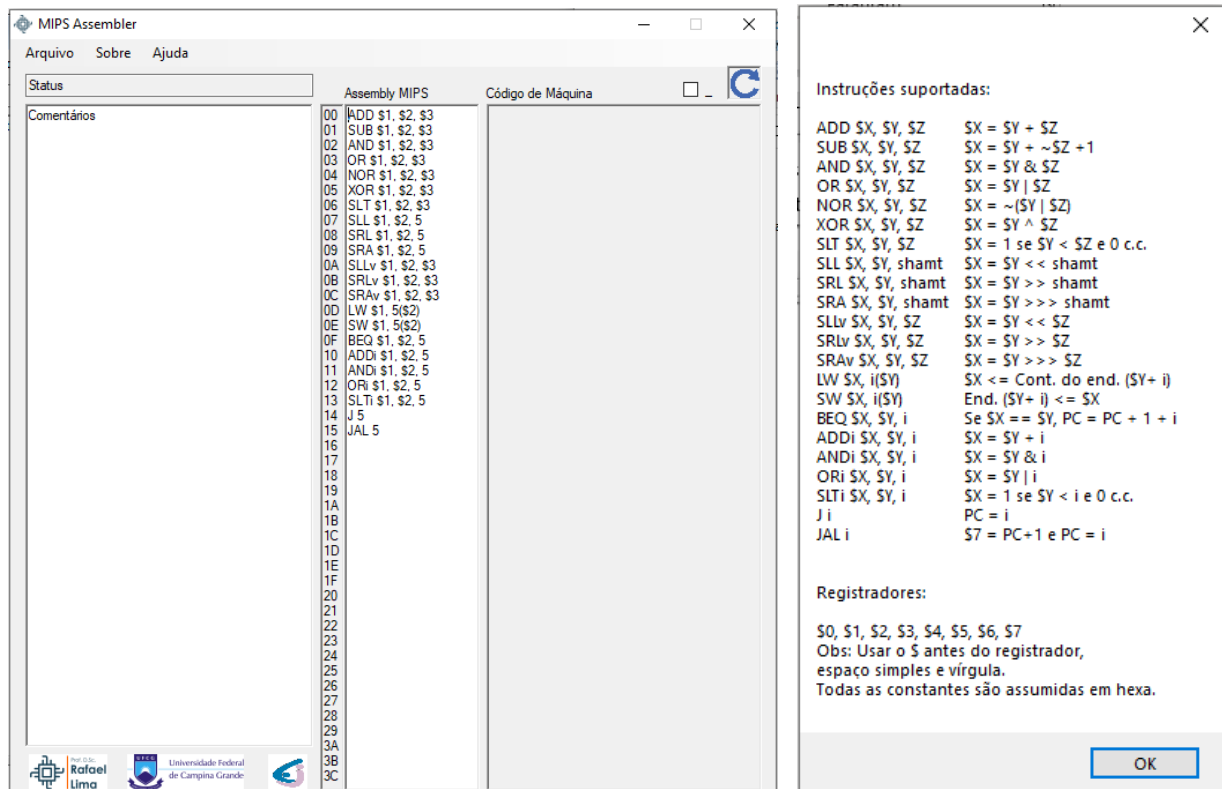

Figura 2 – MIPS_AssemblerV1_4.exe
- Essa ferramenta é muito simples, somente suporta as 13 instruções presentes na Figura 2. Para mais detalhes, acesse o menu de Ajuda. Usar os registradores no formato \$x, espaço simples e vírgula. Todas as constantes já estão em hexa.